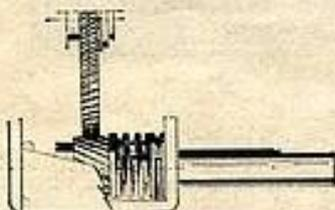

Fig. 11
**ELVECO :** un matériel électro-mécanique et électronique de précision. Condensateurs variables professionnels, condensateurs ajustables à air, au mica, etc. N'oublions pas non plus ses démultiplicateurs à double rapport, axial, radial, standard, miniature. Les figures 11 et 12 montrent mieux que toutes explications, ce dont il s'agit.